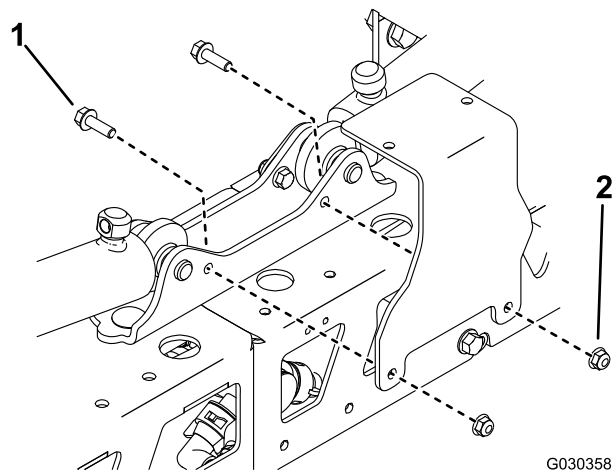

Figura 3
6. Rimuovete la staffa di montaggio dalla macchina (Figura 3).